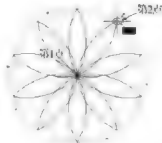

图4-34
**步骤7:** 在绘图区单击大圆的圆心和大圆的任意一点, 作为缩放的参照长度, 如图4-34所示。